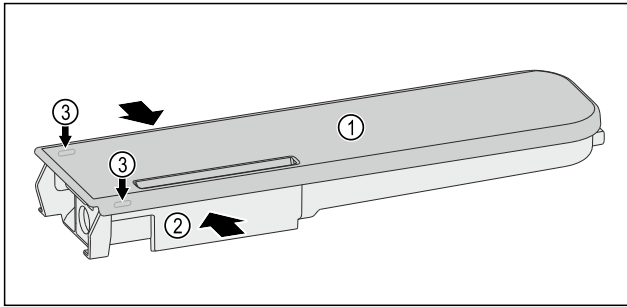

Fig. 135
- ▶ Druk het waterreservoir Fig. 135 (2) samen en til het deksel Fig. 135 (1) voorzichtig over de vergrendelingsnokken Fig. 135 (3) en trek het omhoog.
- ▶ Beweeg het deksel Fig. 135 (1) licht heen en weer en neem het naar boven toe af.